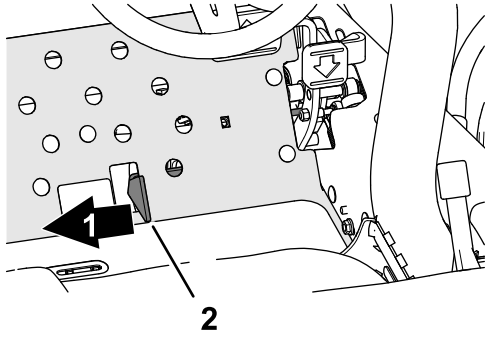

Figure 39
4. Déplacez le sélecteur de tonte/transport vers la droite, à la position TONTE (Figure 39).
2. Déplacez le sélecteur de tonte/transport vers la droite, à la position TONTE (Figure 39).